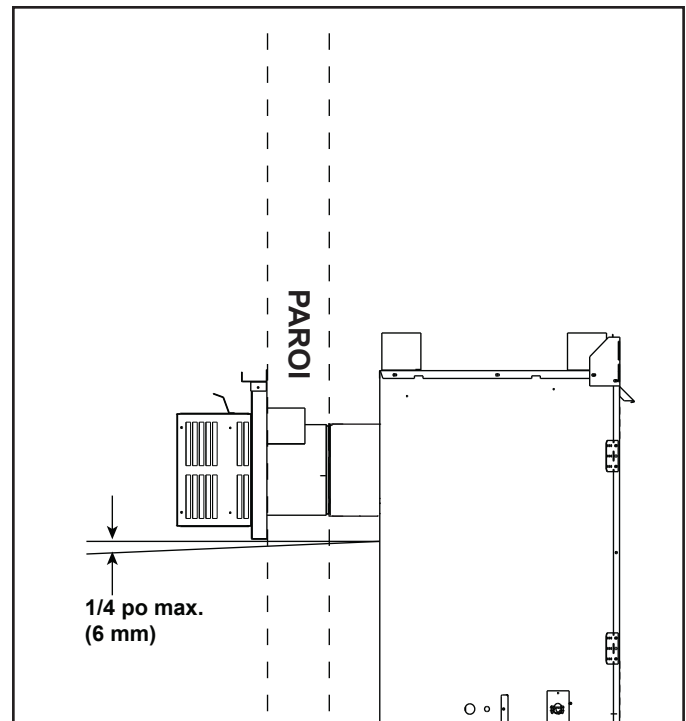

Figure 4.8
- Le chapeau de l'extrémité horizontale devrait avoir une inclinaison vers le bas de 6 mm (1/4 po) afin de drainer à toute humidité du chapeau. Voir la figure 4.8.